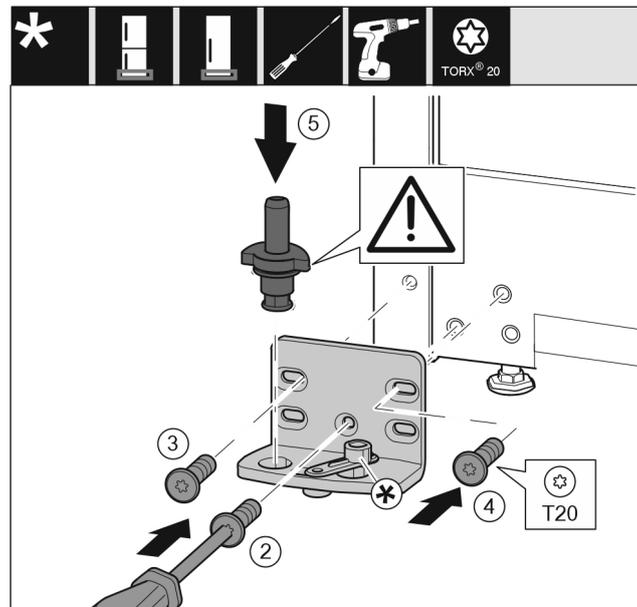

Fig. 16
- ▶ Coloque el soporte del cojinete en el otro lado y atornillelo con un destornillador. Comience con el tornillo Fig. 16 (2) en la parte inferior central.
- ▶ Atornille el tornillo Fig. 16 (3) y el tornillo Fig. 16 (4).
- ▶ Inserte completamente los pernos del cojinete Fig. 16 (5). Asegúrese de que la leva de bloqueo apunte hacia atrás.